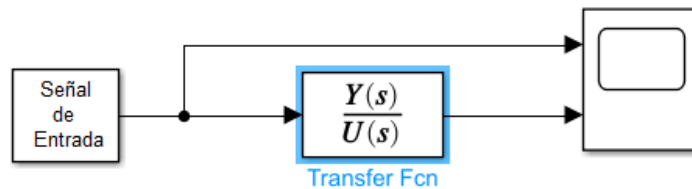

Figura 3. Bloque de Función de Transferencia representando el sistema.
1. Construyan el modelo mostrado en la Figura 3 en Simulink. Exploren las propiedades del bloque “*Transfer Fcn*”. La función de transferencia debe coincidir con la encontrada anteriormente.